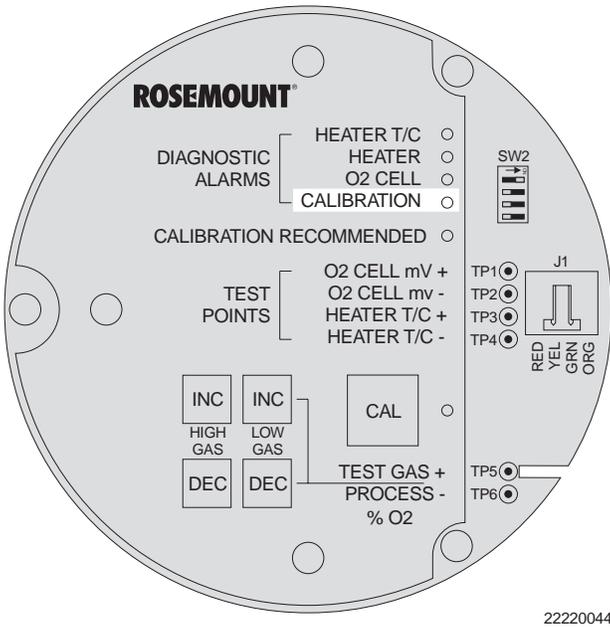

Figura 5-13. Fallo 13, Pendiente Incorrecta
m. **Fallo 13. Pendiente Incorrecta** El LED DE CALIBRACIÓN parpadea una vez, hace una pause de tres segundos, y repite (Figura 5-13).